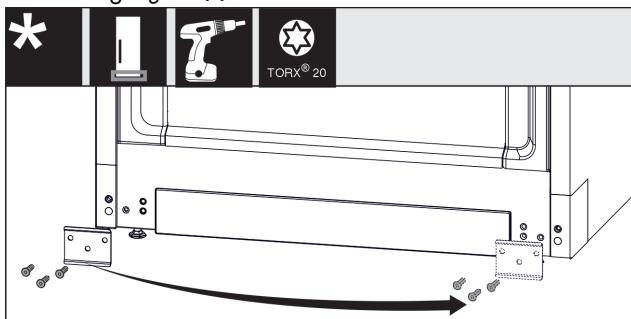

Fig. 17
- Blech Fig. 17 (1) abschrauben, auf die andere Seite umsetzen und wieder anschrauben.
- Lagerbock auf der anderen Seite ansetzen und mit Hilfe eines Schraubendrehers anschrauben. Mit der Schraube (2) unten in der Mitte beginnen.
- Schraube (3) und Schraube (4) festschrauben.
- Lagerbolzen (5) komplett einsetzen. Dabei darauf achten, dass der Rastnocken nach hinten zeigt.